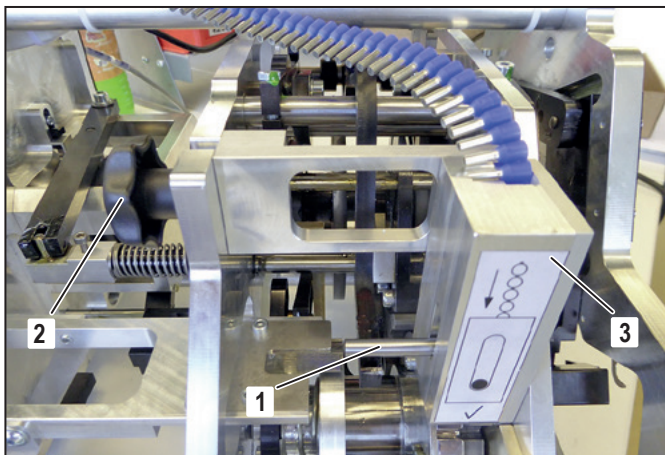

Afbeelding 8.2 Stripblad installatiepositie
- ▶ Verwijder de schroeven (1).
- ▶ Verwissel het stripblad (2).
- ▶ Monteer ieder bladpaar zo, dat de vellingkanten naar buiten wijzen (zie afbeelding 8.2).